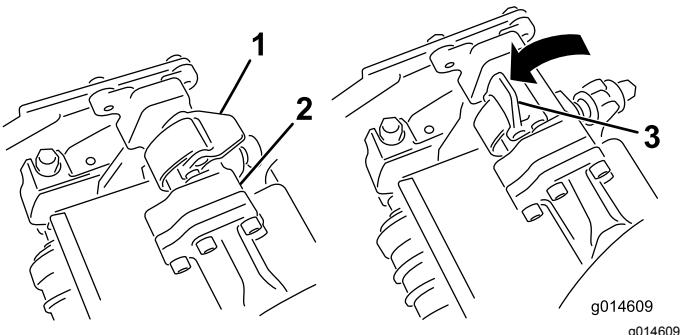

Figura 44
3. Con i fermi del braccio di sospensione rivolti verso l'alto (cioè aperti) (Figura 44), premete il braccio di sospensione verso il basso in modo che la barra si inserisca nella barra della parte superiore dell'apparato di taglio (Figura 45).
4. Chiudete i fermi spostandoli verso il basso e attorno alla barra dell'apparato di taglio, quindi bloccateli in posizione (Figura 44).
4. Aprite i fermi sulla barra del braccio di sospensione dell'apparato di taglio che state rimuovendo (Figura 44).